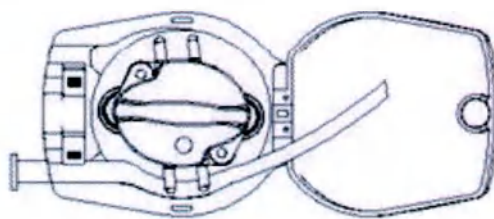

Рис. 6-22. Установка магистрали насоса
- б) Вставьте начальный конец магистрали насоса во входной паз вращающейся части насоса (со стороны красной магистрали диаметр фитинга составляет 12,2 F x 8,1 F) и убедитесь, что магистраль расположена между направляющими штифтами, как показано на рис. 6-22.